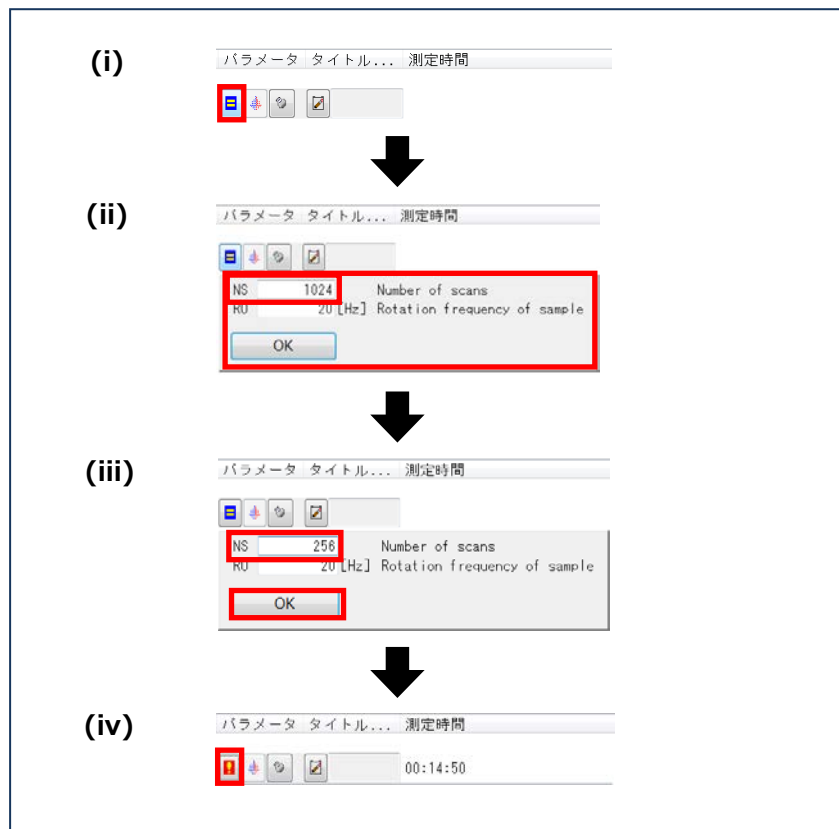

図 70. IconNMR 積算回数の変更方法.
- a. 図 70(i)のようにパラメータの  ボタンをクリックします。
- b. パラメータ設定のウィンドウが開きます(図 70(ii))
- c. 積算回数 (NS)を入力し直し  ボタンをクリックします。(図 70(iii))
- d. 積算回数を既定の回数から変更すると  ボタンが  へ表示変更されます。(図 70(iv))